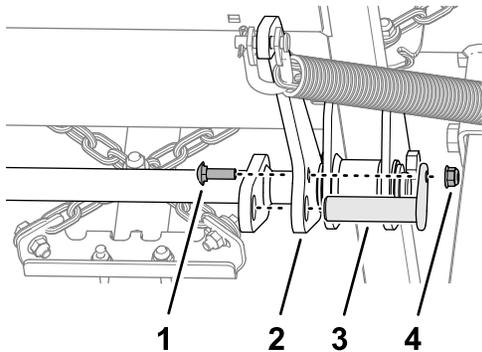

図 16
2. シリンダピンを昇降シャフトアームに固定しているキャリッジボルトとフランジロックナットを外す 図 16。